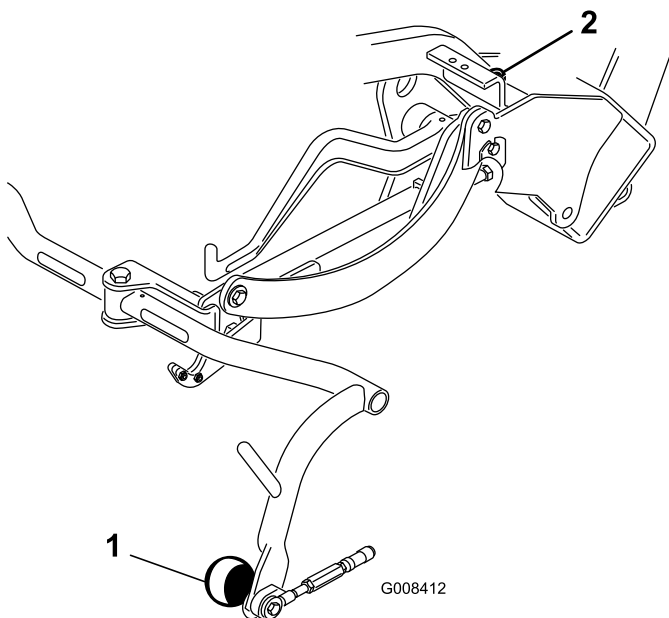

Figure 9
3. Si un réglage est nécessaire, desserrez l'écrou de blocage de la vis d'arrêt du bâti porteur (Figure 9) et tournez la vis dans un sens ou dans l'autre pour élever ou abaisser le bâti. Serrez l'écrou de blocage pour fixer le réglage.